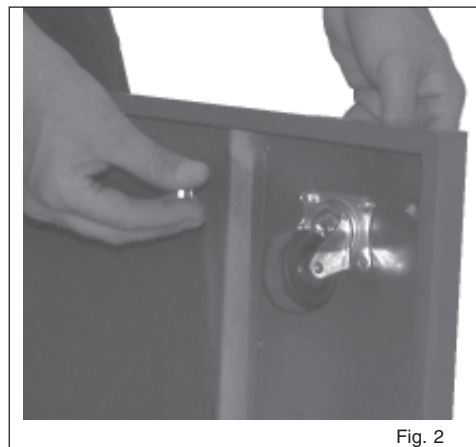

Fig. 2
1. Placer les galets dans les quatre angles au-dessous de l'embase rectangulaire à l'aide des vis et des écrous avec les rondelles correspondantes. Pour chaque angle de support de chaque galet, insérer dessus une vis à travers la rondelle d'abord dans l'embase et ensuite dans le support de chaque galet. Serrer l'écrou à l'aide d'une clé appropriée et d'un tournevis. Exécuter à nouveau l'opération même pour les autres galets. Les deux galets directionnels doivent être placés sur le côté des sacs opposé au moteur (Fig. 2).